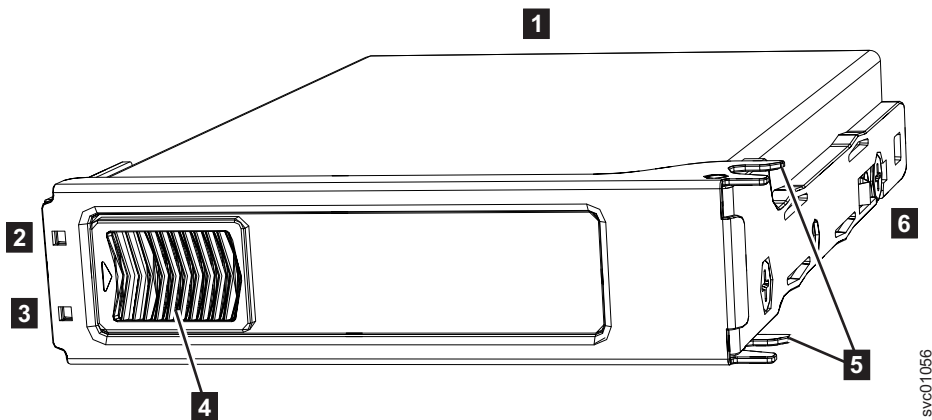

Abbildung 99. Laufwerkbaugruppe
Das 2145-92F-Erweiterungsgehäuse unterstützt 92 Laufwerke. Abb. 99 zeigt ein Beispiel für eine Laufwerkbaugruppe.
**Anmerkung:** Bei einem fehlerhaften Laufwerk leuchtet der bernsteinfarbene Fehleranzeiger (**3** in Abb. 99) auf. Tauschen Sie ein Laufwerk nur dann aus, wenn der Fehleranzeiger des Laufwerks eingeschaltet ist oder wenn in einer Korrekturprozedur dazu aufgefordert wird. Leuchtet der grüne Anzeiger auf, wird damit angegeben, dass auf dem Laufwerk eine Aktivität stattfindet.